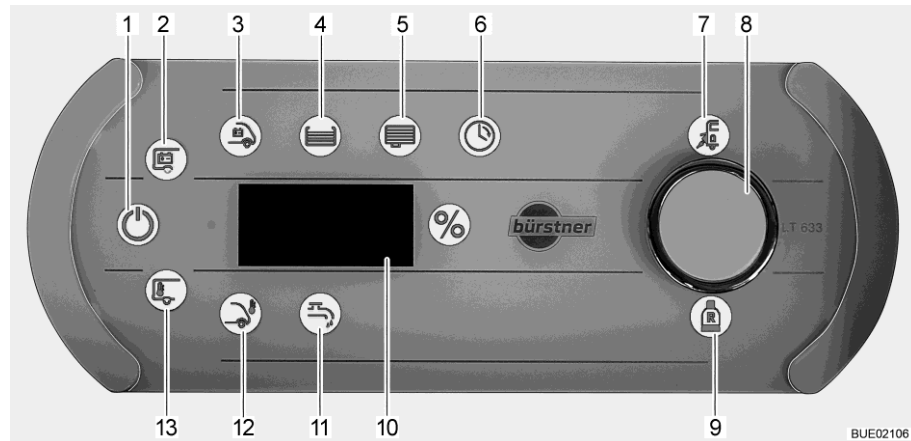

Fig. 185 Panneau de contrôle LT 633
Le symbole du contrôle du réseau (Fig. 185,7) s'allume quand le véhicule est alimenté en tension réseau de 230 V. Les batteries sont chargées.
Allumer : ■ Appuyer brièvement sur le bouton rotatif (Fig. 185,8). Le symbole 12 V marche (Fig. 185,1) s'allume. L'alimentation en tension est coupée quand les symboles 12 V marche et batterie de cellule (Fig. 185,2) clignotent trois fois.
Annuler la coupure : ■ Appuyer sur le bouton rotatif (Fig. 185,8) et le maintenir enfoncé pendant 5 secondes environ. Le symbole de la batterie de cellule (Fig. 185,2) et "On" est visualisé à l'affichage (Fig. 185,10).
■ Lâcher le bouton rotatif. Le symbole 12 V marche (Fig. 185,1) s'allume. L'alimentation en tension est active.
- Tourner le bouton rotatif jusqu'à ce que le symbole de la pompe à eau (Fig. 185,11) s'allume. À l'affichage est indiqué l'état actuel de commutation ("ON" ou "OFF").
Quand la pompe à eau est en marche, son symbole est allumé (Fig. 185,11).
- Tourner le bouton rotatif jusqu'à ce que le symbole de la batterie de cellule (Fig. 185,2) s'allume. La tension de la batterie de cellule est indiquée à l'affichage pendant environ 20 secondes (par ex. "13,8U" pour 13,8 Volt).
- Tourner le bouton rotatif jusqu'à ce que le symbole de la batterie de démarrage (Fig. 185,3) s'allume. La tension de la batterie de démarrage est indiquée à l'affichage pendant environ 20 secondes.
- Tourner le bouton rotatif jusqu'à ce que le symbole du réservoir d'eau (Fig. 185,4) s'allume. Le symbole "%" s'allume. Le niveau du réservoir d'eau est indiqué à l'affichage pendant environ 20 secondes.
- Tourner le bouton rotatif jusqu'à ce que le symbole du réservoir d'eaux usées (Fig. 185,5) s'allume. Le symbole "%" s'allume. Le niveau du réservoir d'eaux usées est indiqué à l'affichage pendant environ 20 secondes.
Le symbole de la bouteille de gaz de réserve (Fig. 185,9) s'allume quand cette dernière est utilisée.
- Tourner le bouton rotatif jusqu'à ce que le symbole de la température intérieure (Fig. 185,13) ou extérieure (Fig. 185,12) s'allume. La température sélectionnée est indiquée à l'affichage.
- Tourner le bouton rotatif jusqu'à ce que le symbole de l'horloge (Fig. 185,6) s'allume.